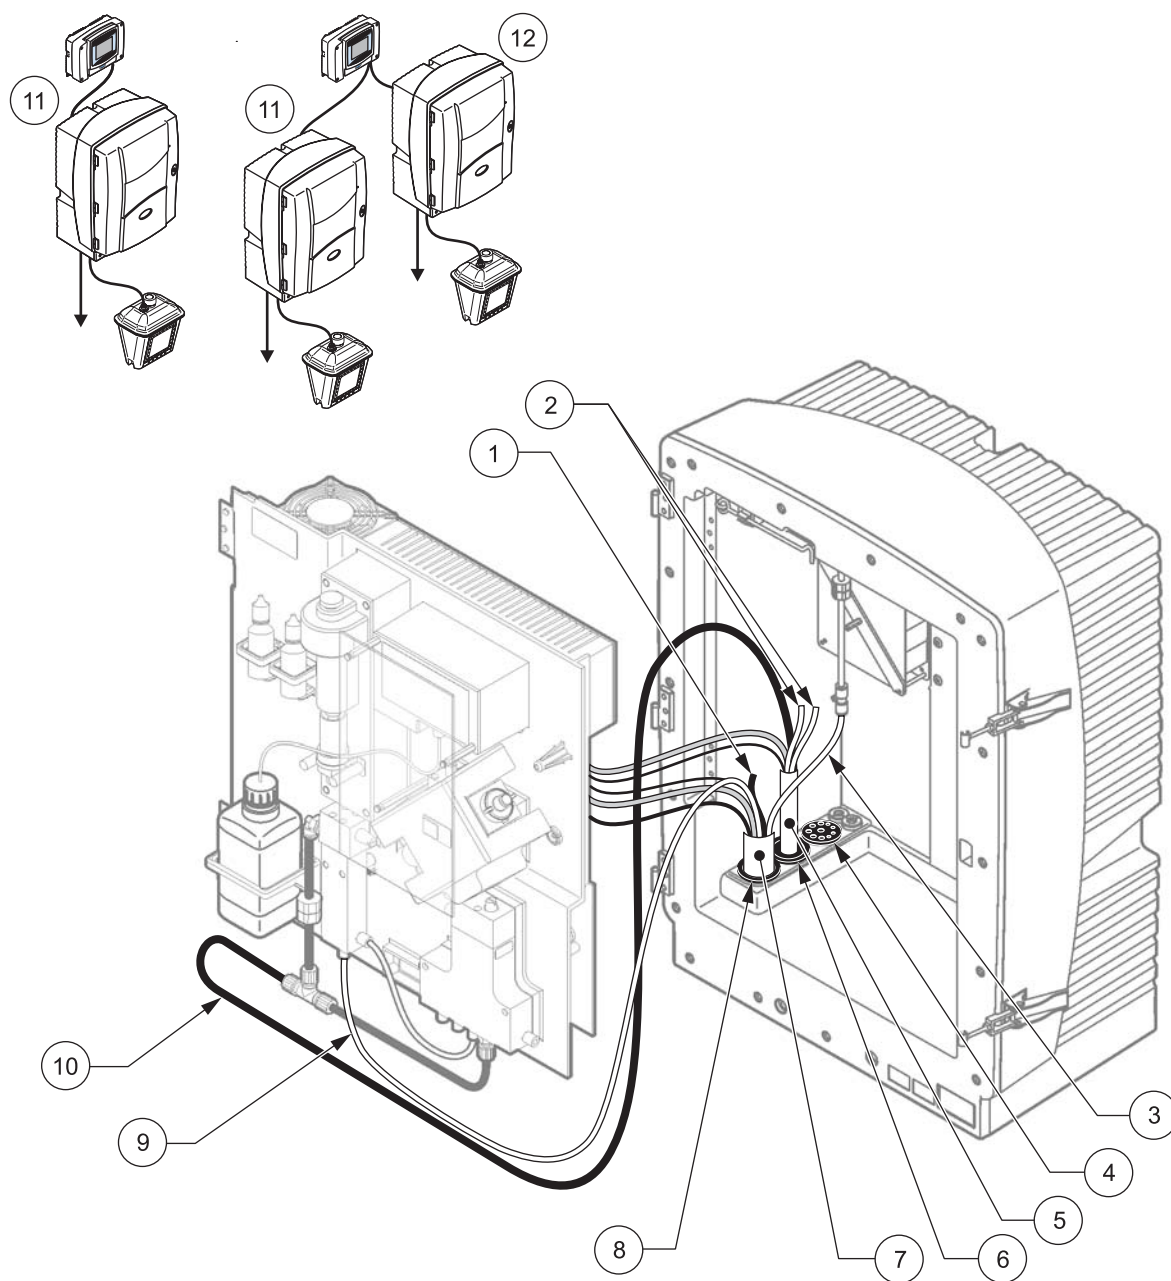

图 24 选项 2 设置
请参考图 24 以及选项 2 的以下说明：
2. 通过分析器开口引出过滤器探头 sc 软管（取样管、电缆和排放管）（项目 7，图 24）。使用 2 号密封塞加固。